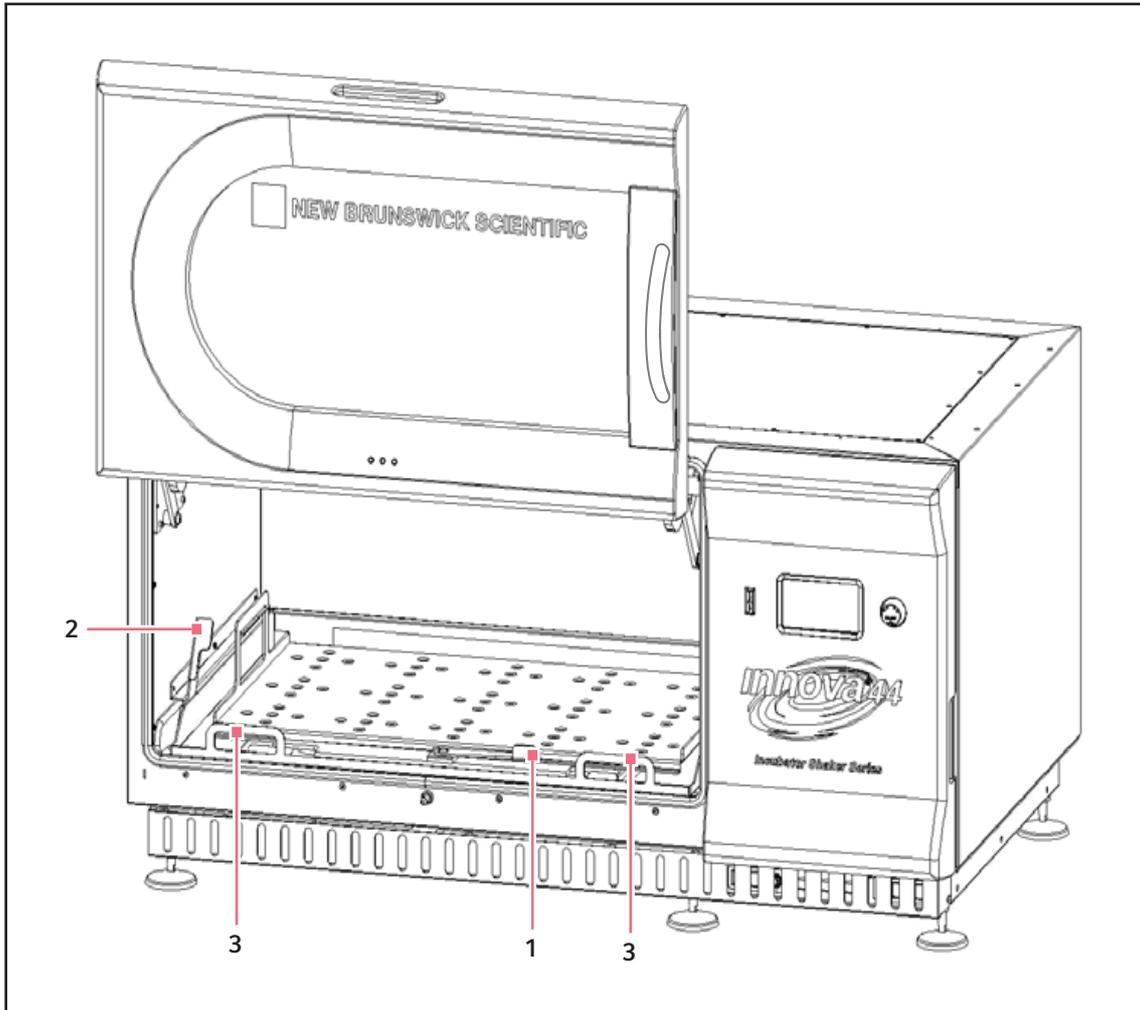

Fig. 9-16: Désengagement de la plateforme coulissante
2. Faire tourner le levier de la came situé sur la sous-plateforme (voir Fig. 9-16 à la page 69) de 180° dans le sens des aiguilles d'une montre. Il doit être orienté vers la gauche.
3. Tirer les deux leviers latéraux vers le bas (voir Fig. 9-16 à la page 69). Cela désengagera la plateforme de la sous-plateforme.
4. Tirer les deux poignées du mécanisme coulissant (voir Fig. 9-16 à la page 69) vers vous. Cela déplacera la plateforme pour la mettre dans une position facile d'accès.